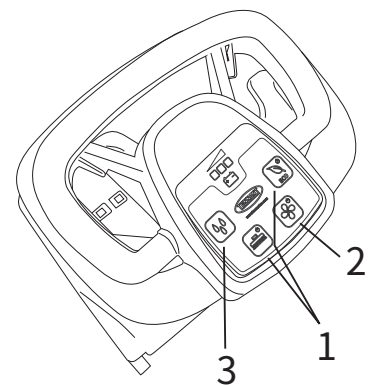

Fig.17
- ・ ブラシを作動させることに加えて、ブラシボタンまたはECOボタン(図17、参照1)を押すと、これはまた真空機能および洗剤溶液のフローを有効にするでしょう。
- ・ 作業進行中には洗浄の完全さをチェックし、それに応じて相対ボタンで洗剤溶液のフローを調整してください(図17、参照3)。
- ・ ブラシコントロールボタンを押します(図17、参照1)。
- ・ 吸引制御ボタンを押して吸引機能をオフにします(図17、参照2)。